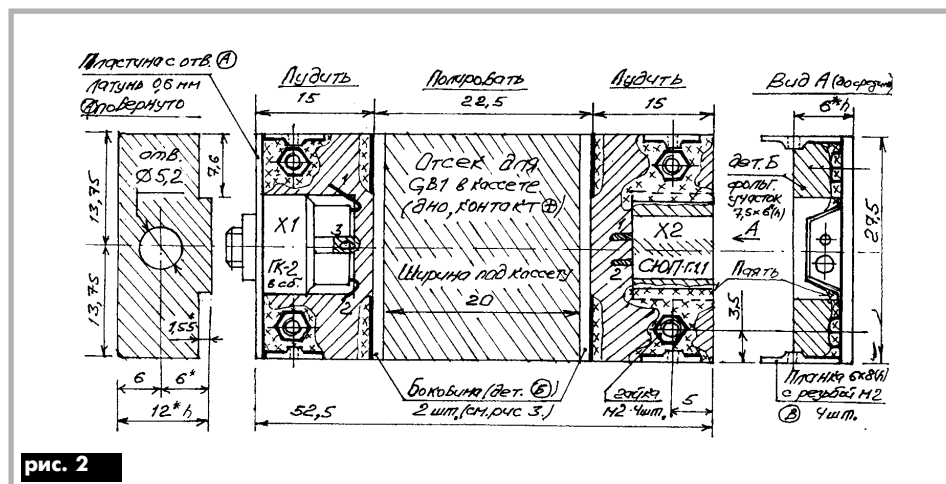
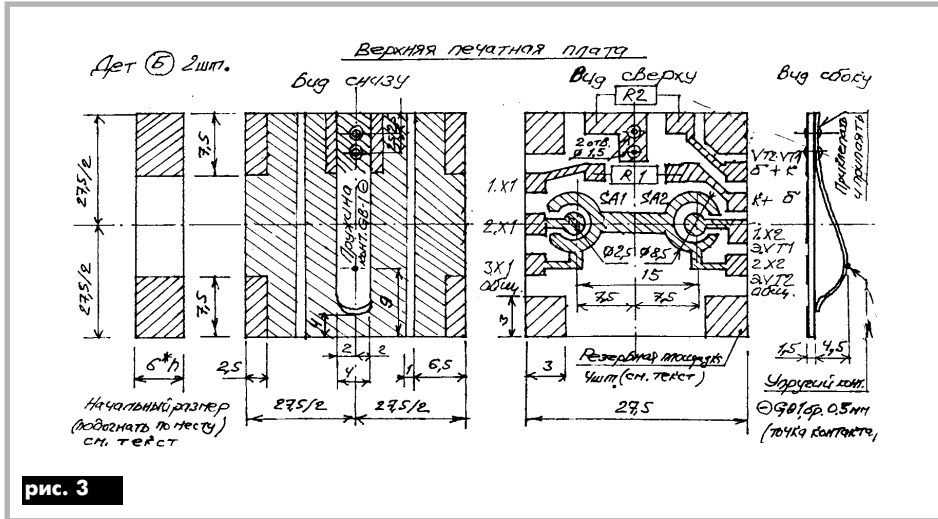

рис. 2
рис. 3
**Конструкция.** За основу взята крышка-коллап из ударопрочной пластмассы с внутренними размерами 53x28x12 мм (можно и с большими размерами). На **рис.2** показан сборочный чертеж монтажного основания дистанционного пульта. Монтажным основанием является пластина из фольгированного одностороннего текстолита толщиной 1,5 мм размерами 52,5x27,5 мм и вырезом 12,5x12,5 мм под гнездо ГК-2. На **рис.3** показан чертеж верхней печатной платы, а на **рис.4** – дистанционный пульт в сборе. В общем получается пульт с гнездами входа и выхода на противоположных торцах, двумя кнопками на
Если вы нашли подходящую крышку-коллап, то следующий шаг – изготовление заготовки под монтажное основание (рис.2). Для этого нужно вырезать прямоугольник из фольгированного стеклотекстолита, который закроет крышку, который высота крышки больше 12 мм, то вырез для посадки гнезда ГК-2 можно не делать (его диаметр 12 мм). Толкатели и диафрагмы кнопок SA1 и SA2
Разделим дно на корпусное и монтажное основания. Монтажное основание шлифуем наждачной шкуркой и участки с торцов по 15 мм облуживаем согласно рис.2. На этих
Для монтажа входного гнезда Х1 нужно взять гнездо ГК-2, облудить и подогнуть выводы согласно рис.2. Гнездо монтируем в отверстие детали А – пластины из луженой латуни толщиной 0,5...0,8 мм. Эту пластину напайваем на монтажное основание вертикально у торца, затем в нее закрепляем гнездо ГК-2 посредством штатной гайки.
На чертеже верхней печатной платы (рис.3, вид сверху) по углам платы выполнены четыре контактные площадки 3x3 мм. Эти площадки – резервные и при монтаже их можно использовать как опорные для припайки элементов схемы.